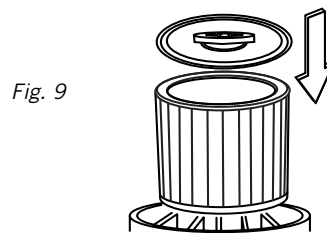

Fig. 9
18. Coloque el retén del filtro 17 de la parte superior del filtro de cartucho 18 sobre el borde elevado y apriete girando el retén hacia la derecha. No apriete más de la cuenta. Fig. 9 & 10.